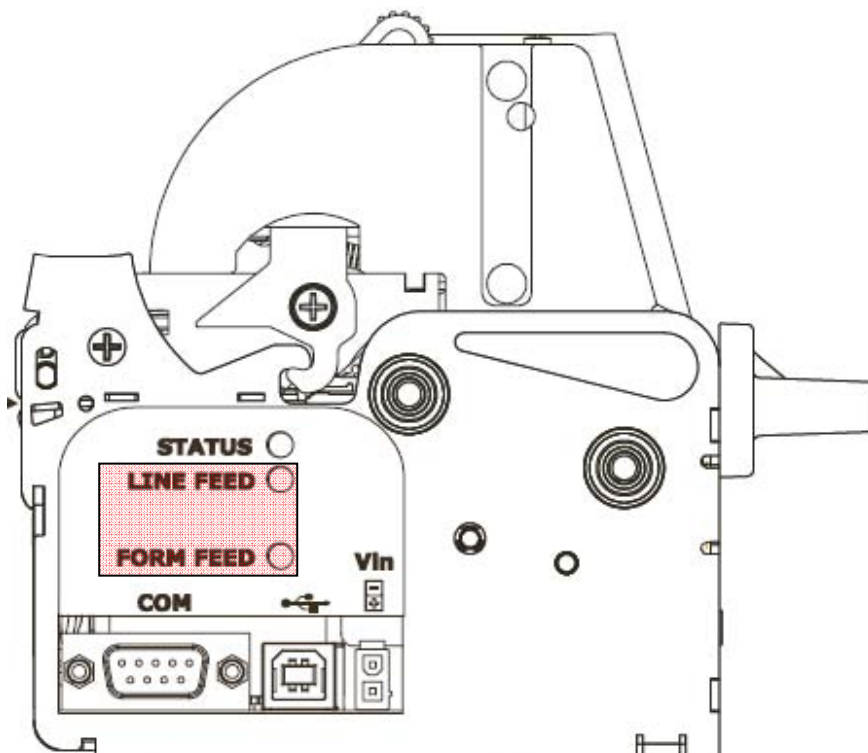

Рисунок 13 – Положение кнопок принтера.
- 2.17. Включите принтер, удерживая кнопку [**FF**] (см. рис. 13) до тех пор, пока не начнет печататься таблица. Распечатается таблица, приведенная ниже. Необходимо сравнить приведенную в данном документе таблицу с распечатанной таблицей. Обратите внимание на наличие символов «ФП», «≡», «€» и «♠». Если все верно, то отключите принтер. Если обнаружены несоответствия, то следует повторить все пункты Раздела 2.